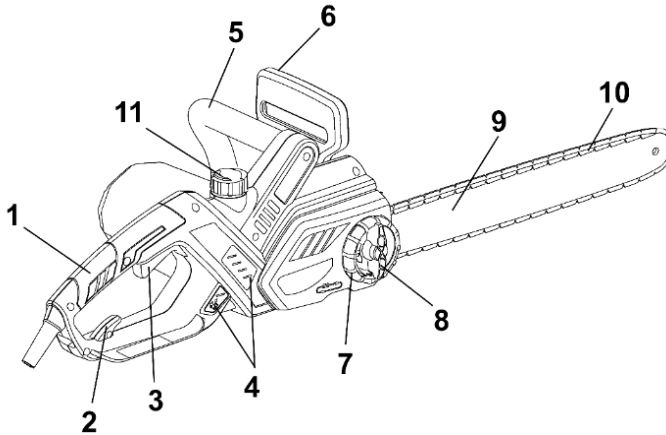

Рисунок 1
корпусу з органами управління та захисту (1,3,5,6); пиляльної гарнітури у складі шини (9), пиляльного ланцюга (10), систем натягування (7,8) та автоматичного змащування ланцюга (4,11); однофазного колекторного двигуна з подвійною ізоляцією, який встановлений по «подовжній» схемі – вісь двигуна паралельна осі виробу, при цьому рух на приводну шестерню ланцюга передається під кутом 90° через конічний редуктор; системи зчеплення з відцентровою муфтою та гальмами, – згідно рис. 1.
4.1.1 Для увімкнення виробу натисніть на кнопку блокування від випадкового вмикання (розташована з лівого боку основної рукоятки), а потім на важіль перемикача (3) (рис. 1). Для відключення виробу слід важіль відпустити.